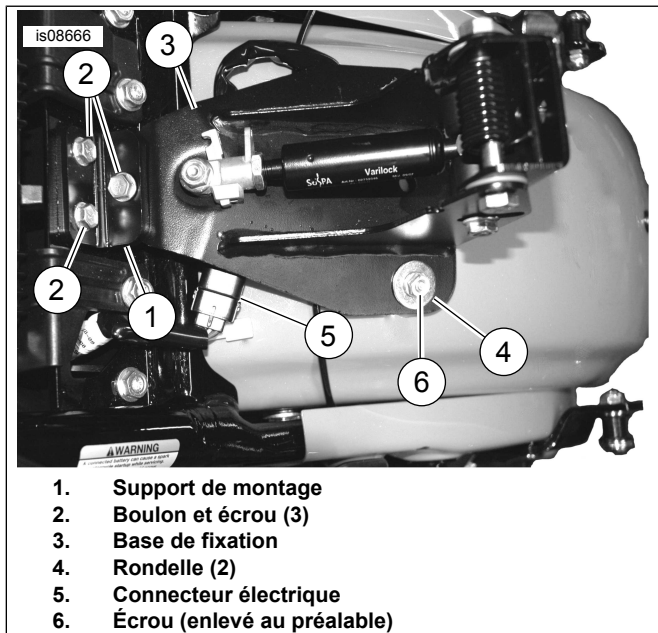
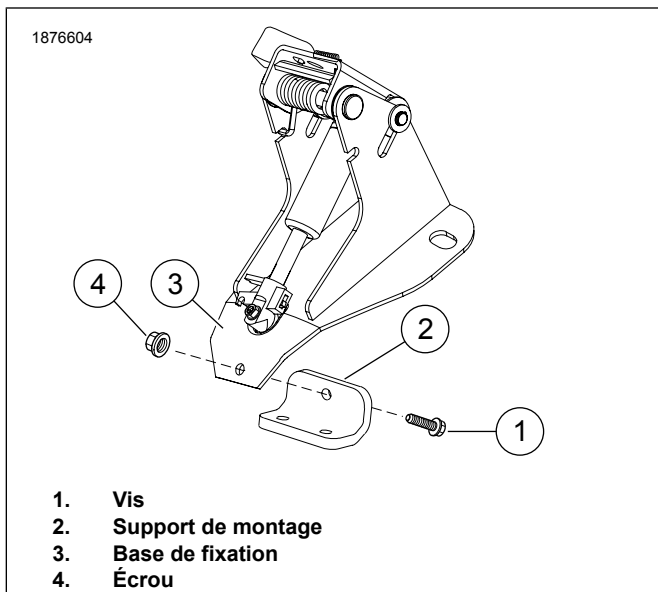

Figure 6. Installez le support du dossieret
Figure 7. Option d'installation alternative pour le support de montage
6. Figure 6 Mettre le support de fixation (1) en place et installer les vis et les écrous (2) comme indiqué. Laisser les fixations desserrées. S'assurer que le connecteur électrique bouge sans frottement.
- a. Voir Figure 6 et Figure 7. Si le connecteur électrique (5) entre en contact avec la base de montage (3), déplacer le support de montage (1) derrière la base de montage (3).
b. Installer une vis (1) et un écrou (4).
7. Placer les rondelles (4) et les écrous (6). Serrer.